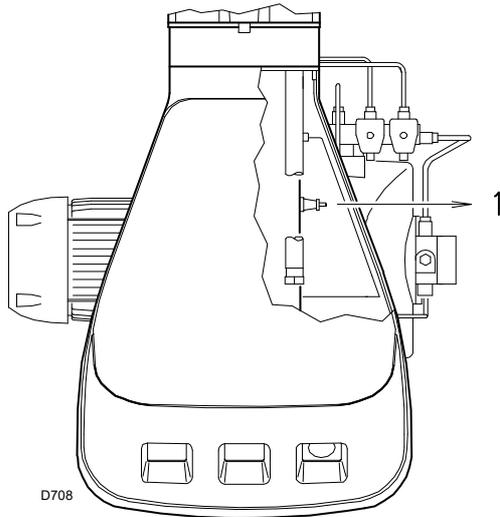

Abb. 29
**Lichtelektrischer Widerstand (Abb. 29)**